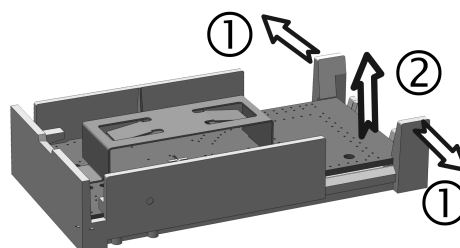

Bild 3: Platine entnehmen
- Platine entnehmen. Dazu müssen die beiden Rastnasen (Bild 3) vorsichtig nach außen gedrückt werden damit die Platine nach oben abgehoben werden kann.